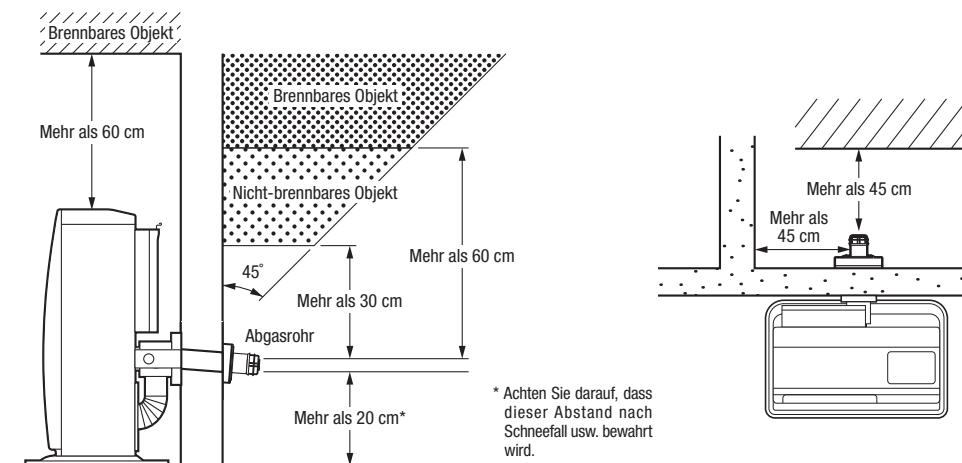

Abb. 2
(Siehe Abbildung 2 als Referenz.)
2. Montage des Abgasrohrs (siehe Abb. 2 und 3, Seite 48). Bitte beachten Sie, dass Volumen und Temperatur der warmen Abgase, die über das Abgasrohr nach außen abgegeben werden, minimal sind und normalerweise nicht problematisch sind.
2. Der äußere Bereich zur Abgasableitung muss frei sein und es dürfen sich in diesem Bereich keine Objekte befinden, die durch heiße Abgase beschädigt werden könnten. (Siehe Abb. 2 und 3.) Das Abgasrohr (wie in Abb. 2) eignet sich für Wände mit einem Durchmesser zwischen 130 mm bis 320 mm.